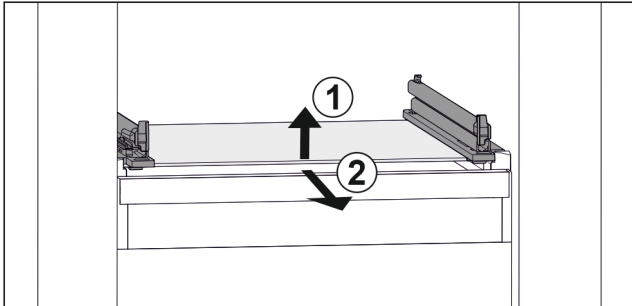

Fig. 41 Приблизне відображення скляної пластини
- ▶ Підняти скляну пластину спереду. Fig. 41 (1)
- ▶ Вийняти скляну пластину рухом вперед. Fig. 41 (2)